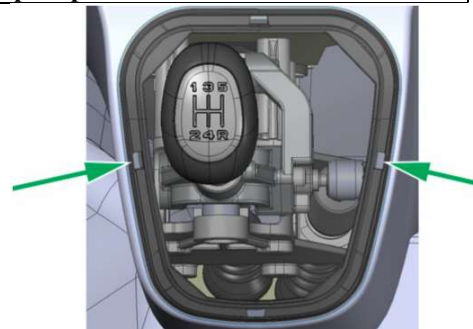

Рис. 23
- 3.1 Поочередно вывести из зацепления с консолью панели приборов боковые фиксаторы рамки, надавливая на боковые грани рамки, и потянуть рамку на себя. (Рис. 23)